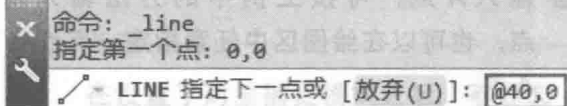

图 1-5 输入B点的相对直角坐标
- 输入B点。在图1-3中, B点位于A点的正X轴方向、距离为40点处, Y轴增量为0, 因此相对于A点的坐标为(@40,0), 可在命令行提示【指定下一点】时输入@40,0, 即可确定B点, 如图1-5所示。